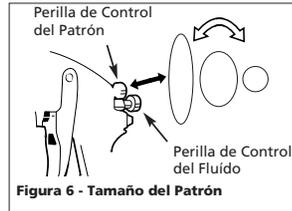

Figura 6 - Tamaño del Patrón
- Seleccione la forma del patrón. Si desea cubrir una superficie amplia, gire la perilla de control en sentido contrario a las agujas del reloj. Si desea un patrón circular, gírela en el mismo sentido de las agujas del reloj (Vea la Figura 6).